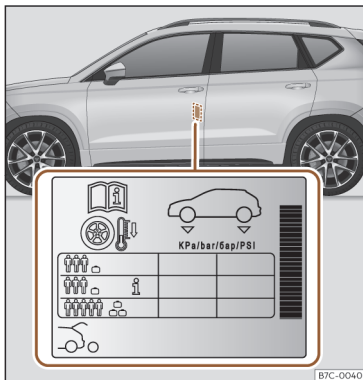

Fig. 206 Localização do autocolante da pressão de ar dos pneus.
- Adapte a pressão dos pneus à carga transportada pelo veículo >>> **Fig. 206**.
Os valores da pressão de enchimento indicam-se na etiqueta autocolante situada na zona posterior da moldura da porta dianteira esquerda >>> **Fig. 206**.
A pressão dos pneus tem de ser ajustada à carga momentânea do veículo. Se pretender utilizar o veículo com a carga máxima, terá de aumentar a pressão dos pneus para o valor máximo indicado na etiqueta >>> **Fig. 206**.
No caso de uma roda de emergência mais estreita (125/70 R16 ou 125/70 R18), encher a 4,2 bar de pressão segundo indicado na etiqueta de pressão dos pneus >>> **Fig. 206**.
Dependendo do veículo, pode adaptar-se a pressão de ar dos pneus para meia carga para aumentar o conforto de condução (pressão de ar dos pneus **i** >>> **Fig. 206**). Quando se circula com a pressão de ar de conforto, o consumo de combustível pode aumentar ligeiramente.
- O condutor é responsável por garantir que todos os pneus do veículo estejam cheios com a pressão correta. A pressão de ar recomendada é indicada num autocolante >>> Fig. 206.
- Com os pneus a frio, deverá manter-se sempre a pressão indicada no autocolante >>> Fig. 206.